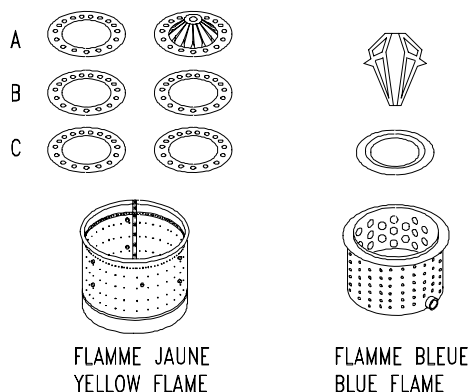

Figure 13: POSITION DES ANNEAUX
- Vérifiez que les 3 anneaux du brûleur sont à la bonne position. Chaque anneau est estampillée par la lettre A, B ou C ( consultez la figure 13).